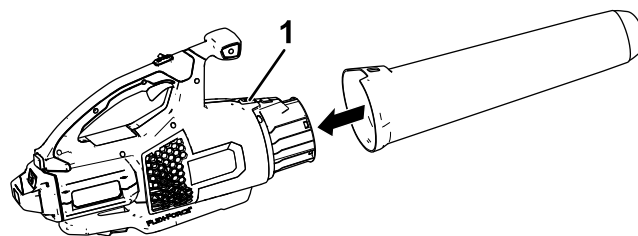

Figure 5
2. Glissez le tube du souffleur sur le carter du souffleur. Vous devrez éventuellement appuyer sur le verrou du tube du souffleur pour le bloquer en position (Figure 5).